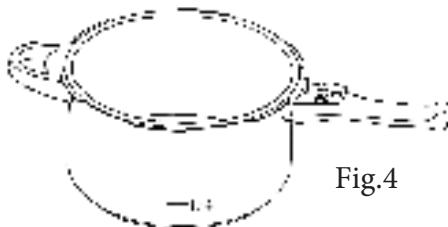

Fig.4
- Менее 2/3 высоты емкости для продуктов, которые не увеличиваются в объеме, таких как мясо, овощи и др. (рис. 4);